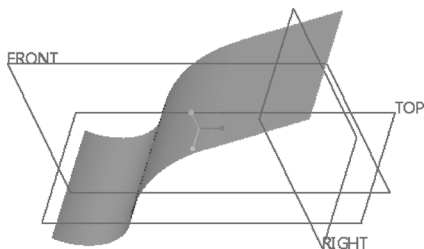

图 5-123 创建相切曲面延伸
5) 在“延伸”选项卡中单击 (完成) 按钮，得到的相切曲面延伸效果如图 5-123 所示。